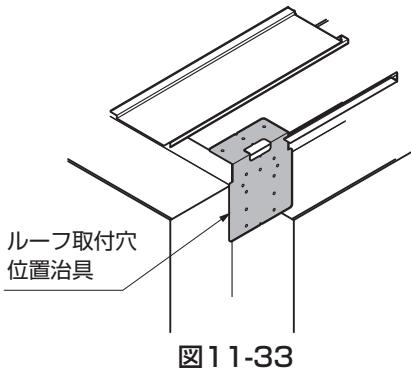
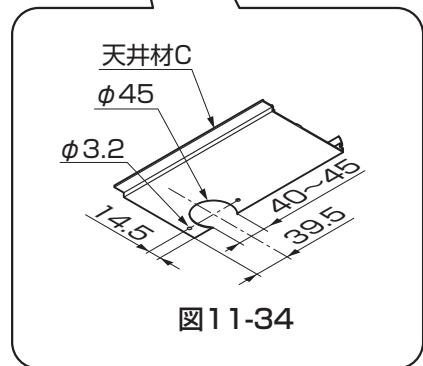

図11-33
図11-34
- ルーフ取付穴位置治具の折り曲げ部を樋の入隅部に突き当てるとき正確に位置出しができます。(図11-33参照)
②アタッチメントパッキンを雨樋アタッチメントに貼付けて樋に【6-1】で取付けてください。
③天井材Cの縦樋がつく位置を確定し、切欠きを現場加工してください。(図11-34参照)